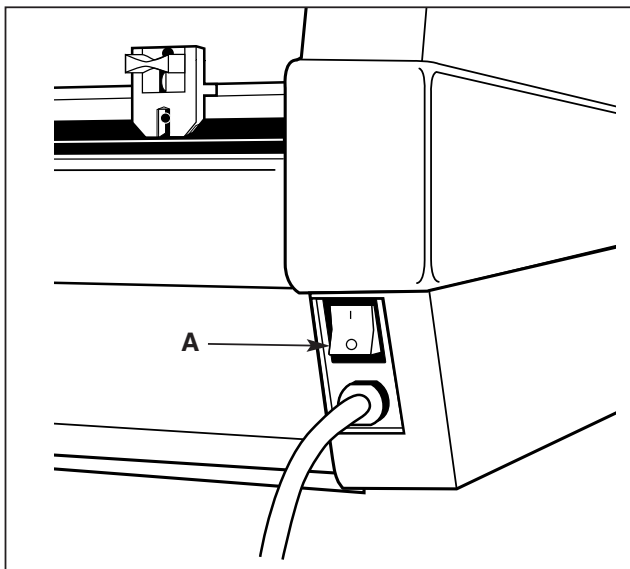

Figure 1
A. POWER SWITCH: Located at the back of the machine applies power to the laminator. The "POWER" lamp will illuminate when position marked "I" is pushed. The off position marked "O" removes power from the laminator (Figure 1).
A. INTERRUPTEUR : se trouve à l'arrière de l'appareil et lui donne le courant. Le voyant « POWER » s'allume lorsqu'on enfonce la position « 1 ». La position « off » ou arrêt marquée d'un « 0 » coupe le courant de la plastifieuse (figure 1).